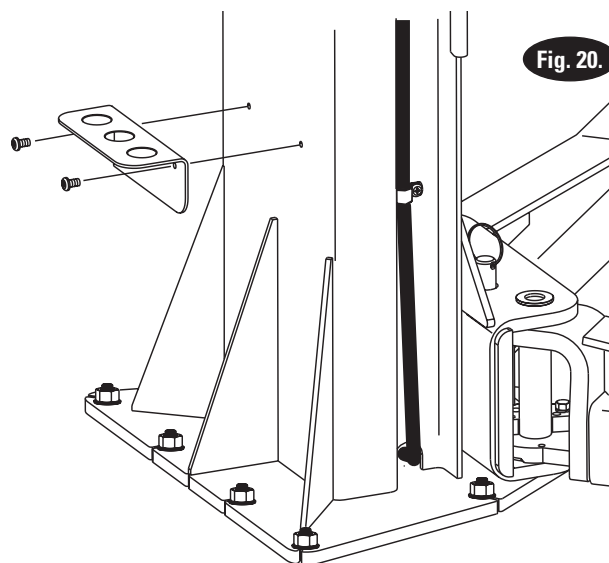

Fig. 20.
18. Instalación del estante para las extensiones del adaptador: Instale el soporte como se muestra, Fig. 20, usando PHMS de 5/16"-18NC x 3/8".